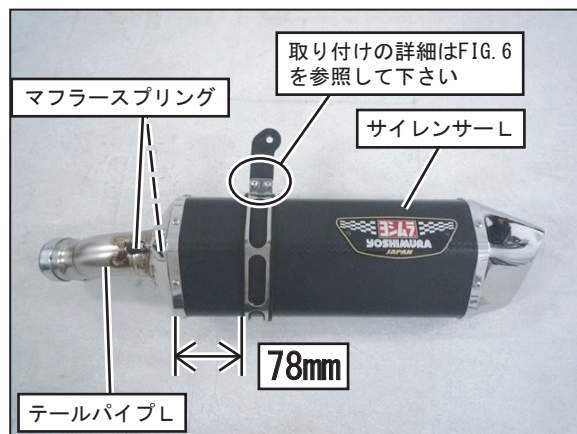

FIG. 6
8. ヨシムラサイクロン付属のサイレンサーバンドにサイレンサーバンド用スペーサーラバーを取り付けてからサイレンサーLに通し、ボタンボルトM6×15、SUSワッシャM6、フランジナットM6を使用して、サイレンサーカバー前端から78mmの位置で③サイレンサーステール#2を仮締めして下さい。(FIG. 6, 7 参照)